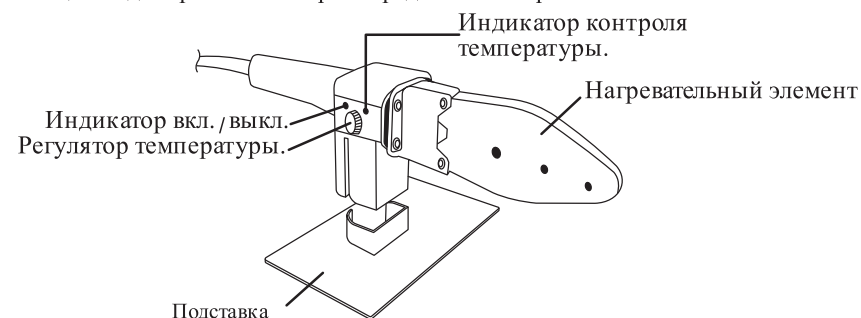

рис. 1
4.1 Общий вид сварочного аппарата представлен на рис. 1